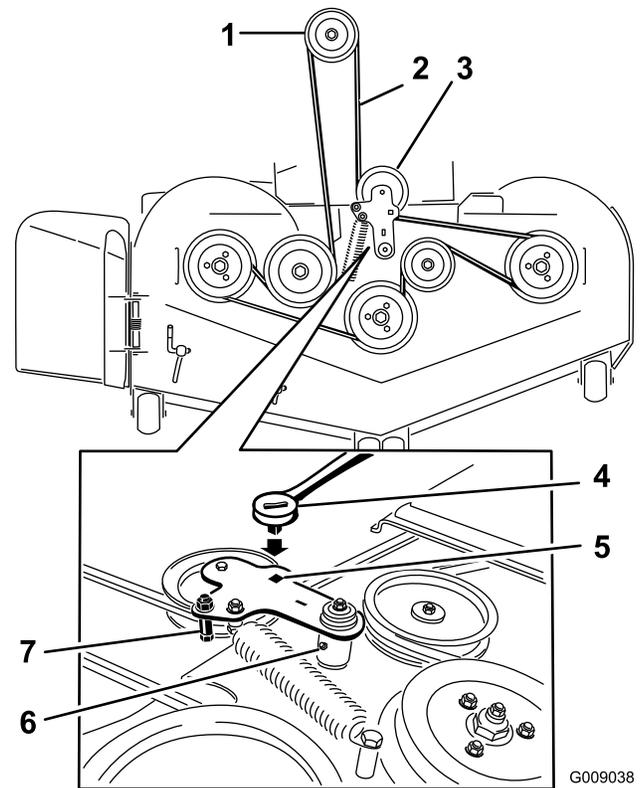

**Figure 80**
4. Retirez les couvercles de courroie (Figure 80).